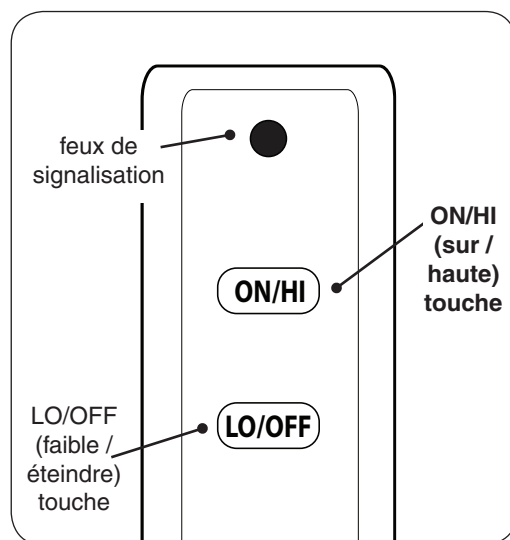

Fig. 30-1 Détail télécommande
2. Localiser la télécommande et appuyez sur le touche **ON/HI** (voir Fig. 30-1). La séquence d'allumage commence.